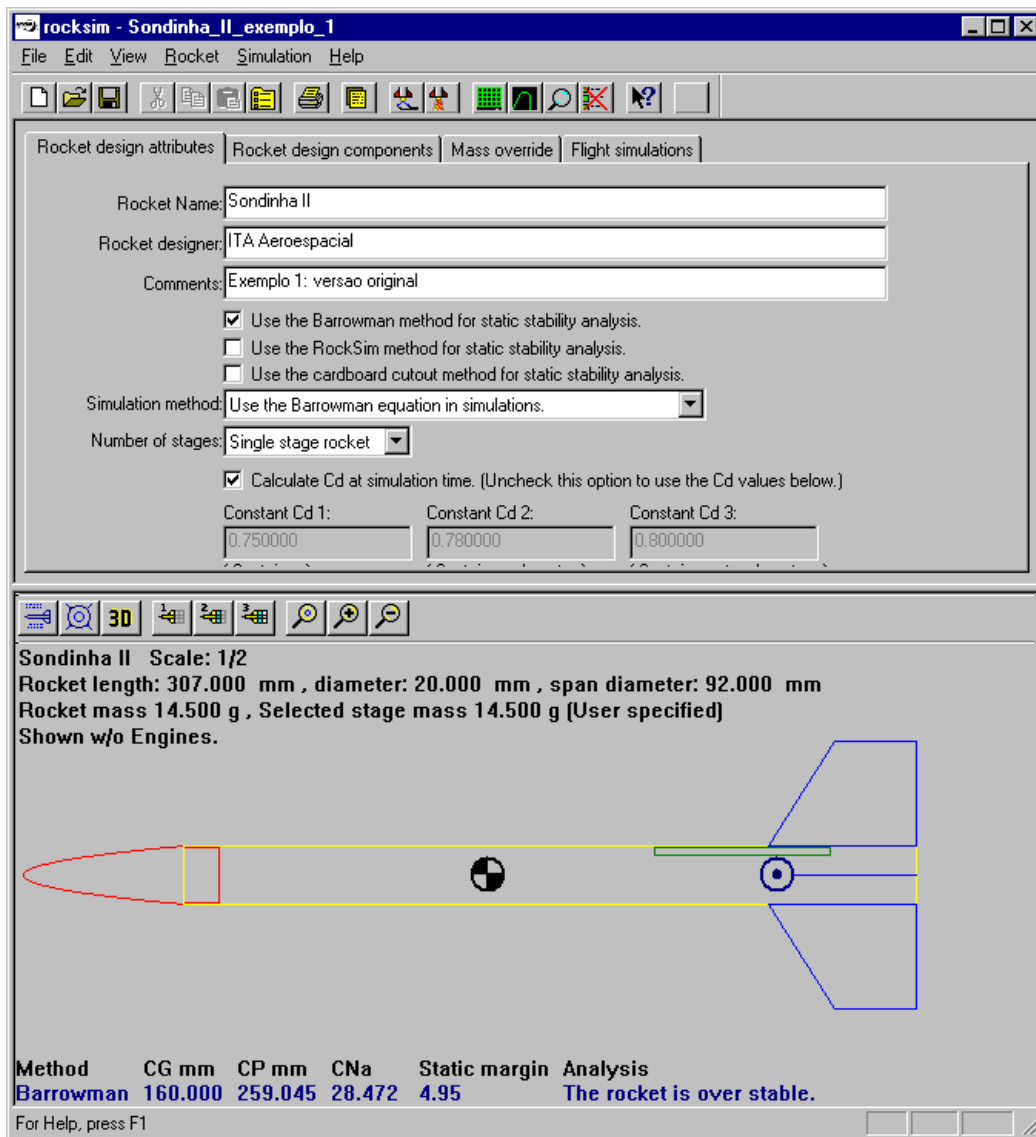

Figura 7. Resultados do arquivo “Sondinha_II_exemplo_1.rkt”.
- (e) Conferir se os resultados mostrados na janela principal são os mesmos da Figura 7, abaixo